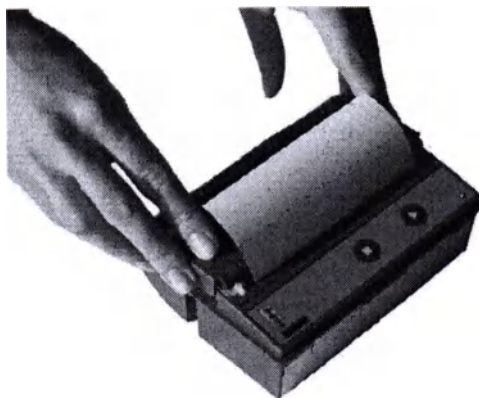

Рисунок 53 Закрытие крышки принтера
- Резким движением, обеими руками прижать крышку принтера таким образом, чтобы она защелкнулась на замок корпуса, что сопровождается щелчком рисунок 53. Затем можете оторвать конец бумаги через режущую кромку – при этом крышка закрыта, рулончик бумаги не выпадет.